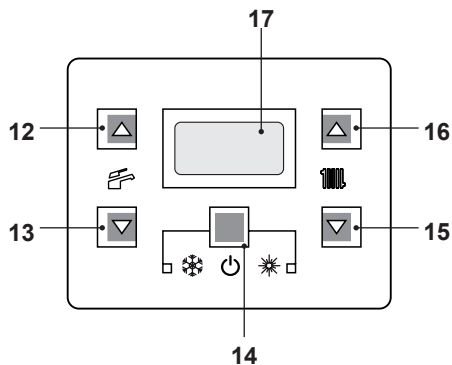

Figura 6.6
- Tenere premuto per 2 secondi il tasto 14 fino a far apparire sul display entrambe i simboli e (Figura 6.6).
- Spegnerne la caldaia tenendo premuto per 2 secondi il tasto 14 (Figura 6.6) fino a far apparire sul display LCD il simbolo (Figura 6.5).